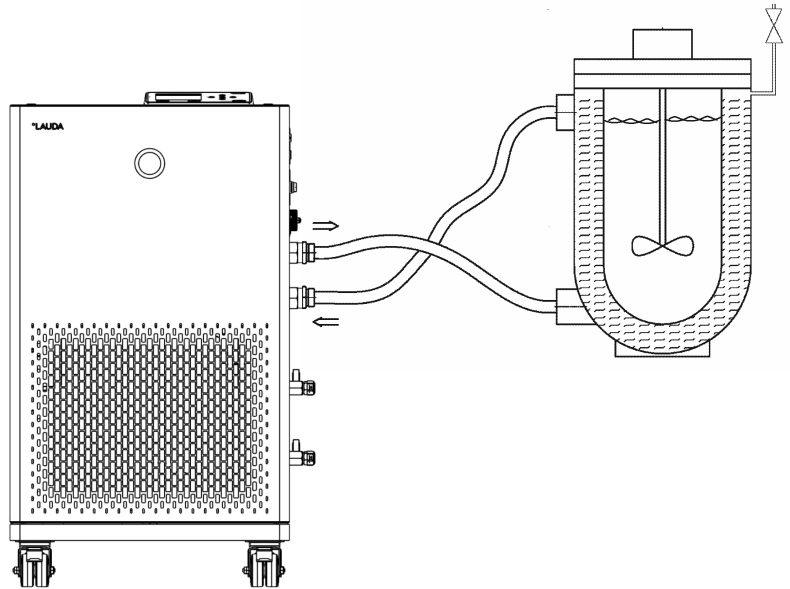

Abb. 11: Anschlusskizze mit Entlüftungsventil
- Ein Entlüftungsventil kann, je nach Bauart der Applikation, den Entlüftungsprozess deutlich vereinfachen. Das Entlüftungsventil muss an der höchsten Stelle des Kreislaufs angeordnet werden (Abb. 11).
Damit Gas-/Dampfblasen aus dem System abgeführt werden können und ein ungestörter Betrieb möglich wird, muss die externe Applikation gemäß Skizze (Abb. 11) angeschlossen werden. Der Vorlauf der Pumpe ist mit dem unten liegenden Anschluss der Applikation zu verbinden. Die Rückleitung zum Pumpenstutzen ist mit dem oben liegenden Anschluss der Applikation zu verbinden. Die Applikation wird somit von unten nach oben durchströmt.